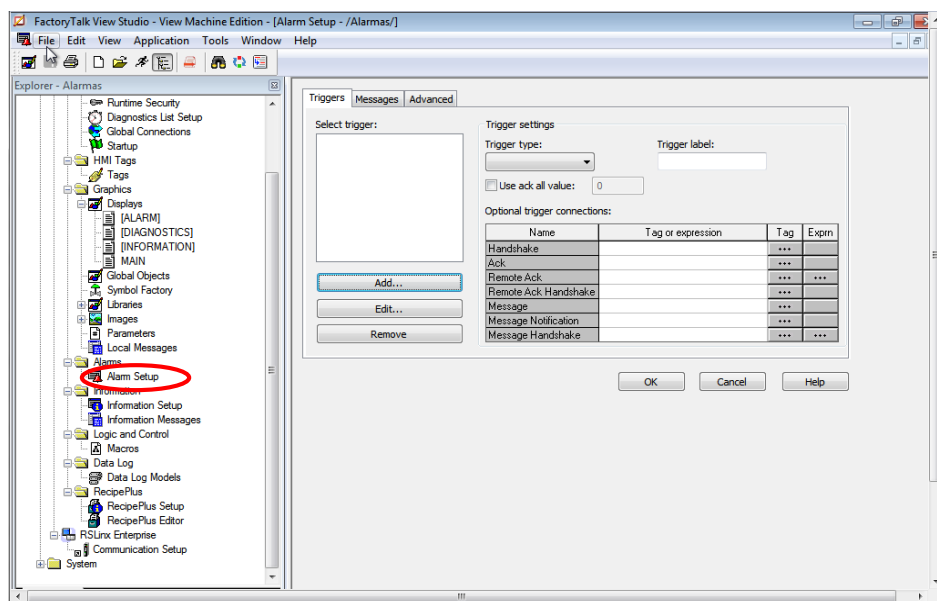

Figura 11: Ventana de “Alarm Setup”
5. Ir a la ventana “Explorer” para seleccionar de la carpeta “Alarms” la opción “Alarm Setup” donde aparecerá la ventana que se muestra en la Figura 11, en la cual se debe dar clic en “Add” de la pestaña “Trigger”.